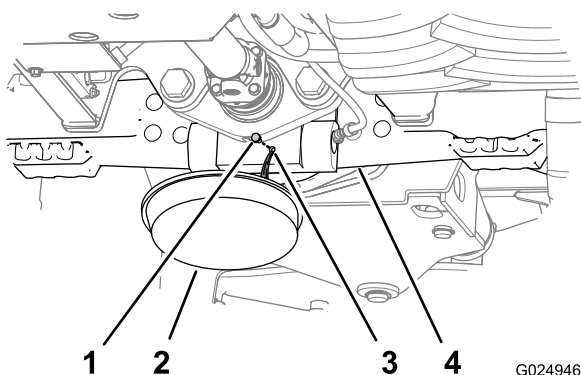
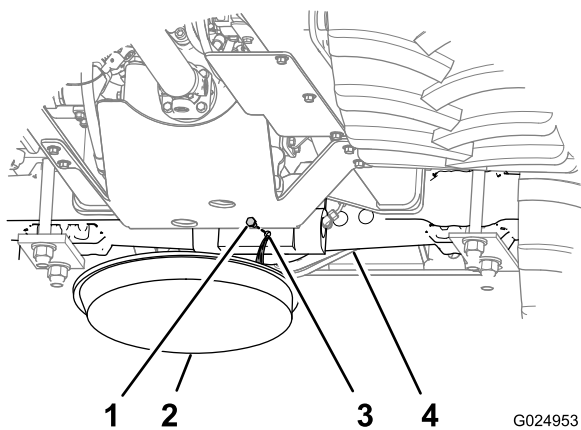

Рисунок 93
Рисунок 94
1. Поместите сливной поддон под картер ведущей шестерни моста (Рисунок 93 и Рисунок 94).
2. Отверните пробки смотрового и сливного отверстий в картерах ведущих шестерен мостов (Рисунок 93 и Рисунок 94).